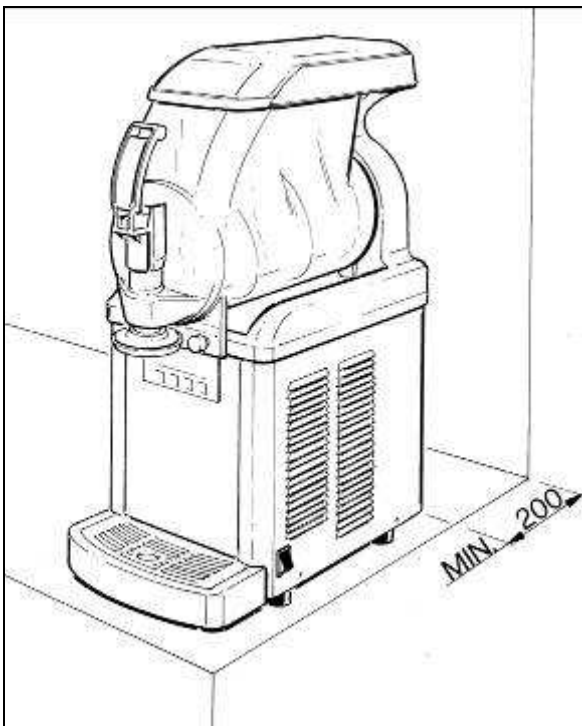

Abb. 2
b) Das Gerät in einem trockenen Raum und fern von Wärmequellen auf einer waagrecht und soliden Unterlage aufstellen. Um eine ausreichende Belüftung des Unterbaus zu gewährleisten, muss um das Gerät ein Freiraum von mindestens 20 cm belassen werden (Abb. 2). Die Raumtemperatur muss zwischen 15 °C und 32 °C liegen (Klimaklasse N).